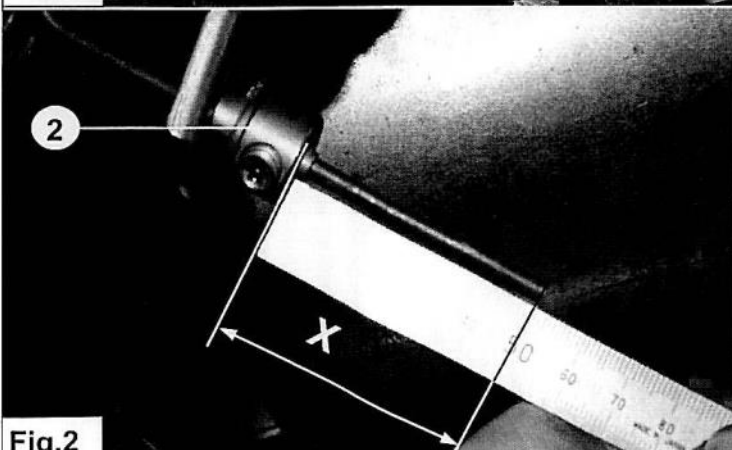

Fig.2
4. Ajuste la LAR mediante la parte corredera 2, hasta que $X=50\text{mm} \pm 0.5$. Véase fig. 2.